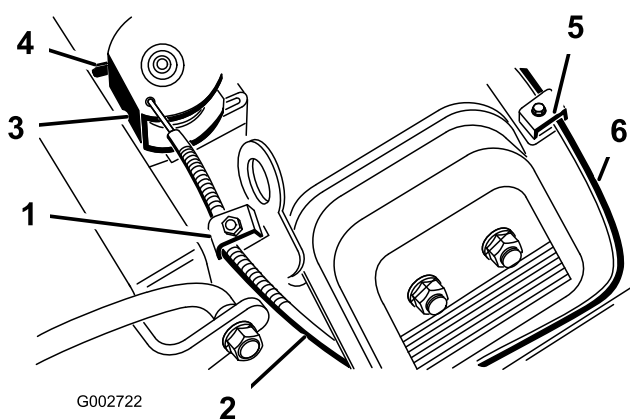

Figura 40
2. Afloje el tornillo de la abrazadera que fija el cable del acelerador al motor (Figura 40).
4. Tire firmemente del cable del acelerador hasta que la parte trasera del pivote entre en contacto con el tope (Figura 40).
2. Afloje el tornillo de la abrazadera que fija el cable del estarter al motor (Figura 40).
4. Tire firmemente del cable del estarter (Figura 40) hasta que la palomilla esté cerrada del todo, luego apriete el tornillo de la abrazadera.